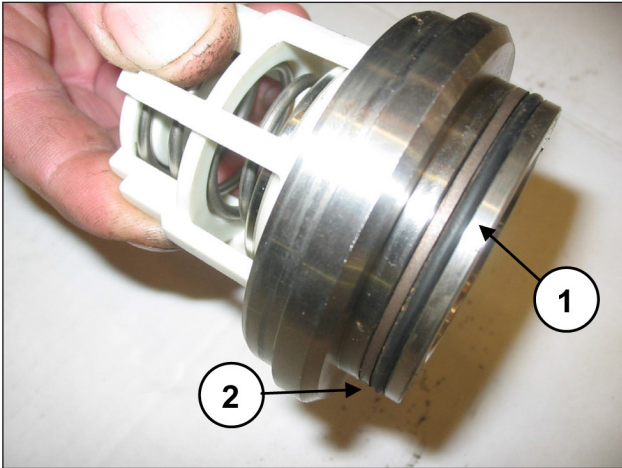

Abb. 117
Montieren Sie den O-Ring, Pos. 6 Explosionszeichnung (Pos. ①, Abb. 117) und den Stützring, Pos. 16 Explosionszeichnung (Pos. ②, Abb. 117) auf den Sitz des Druckventils.